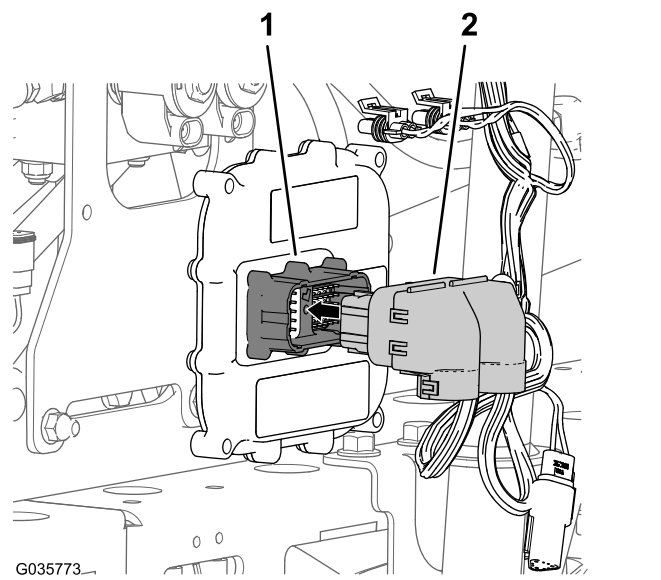

Figura 15
2. Conecte el conector hembra de 50 vías del arnés de cables para el brazo Sonic Boom al conector de 50 pines del controlador electrónico y fije los conectores con el tornillo de cabeza allen (Figura 15).